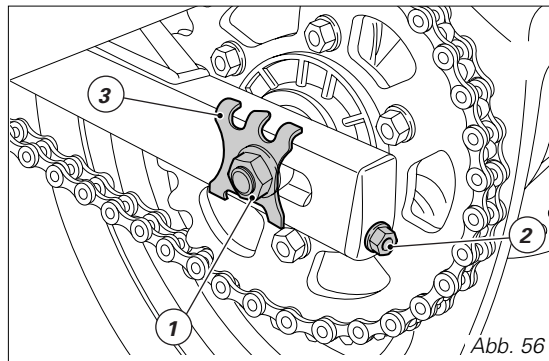

Abb. 56
Zum Einstellen der Spannung die Mutter (1, Abb. 56) der Radachse lockern; die Schraube (2), im Uhrzeigersinn drehend, an beiden Seiten der Schwinge gleich weit anschrauben oder für eine Minderung lösen. Im letzten Fall muss das Rad nach vorne geschoben werden.
Auf beiden Seiten der Schwinge die Übereinstimmung der Bezugsgerben unter Bezugnahme auf die Anzeige (3, Abb. 56) des Läufers kontrollieren, so kann garantiert werden, dass das Rad perfekt auf Flucht liegt. Das Gewinde der Mutter (1) der Radachse mit SHELL Retinax HDX2 fetten und auf 72 Nm anziehen.